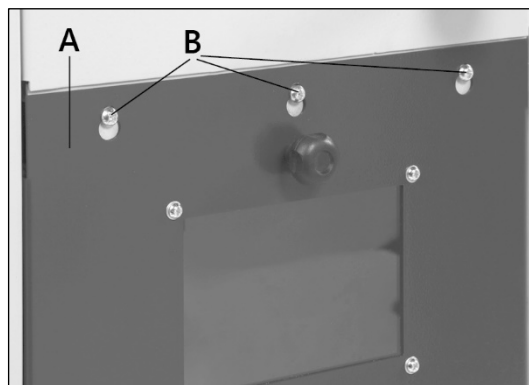

Рисунок 10.
- Для доступа к электродвигателю и шкивам снимите панель **А** (рис. 10), ослабив винты **В**.